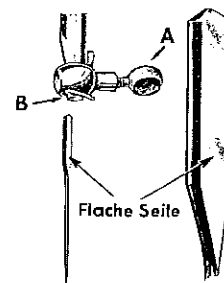

Abb. 4
Man drehe das Schwungrad auf sich zu, bis die Nadelstange auf ihrem höchsten Punkt angelangt ist, löse die Flügelschraube (A) in der Nadelklammer, führe die Nadel, wie in der Abbildung 4 gezeigt, mit der